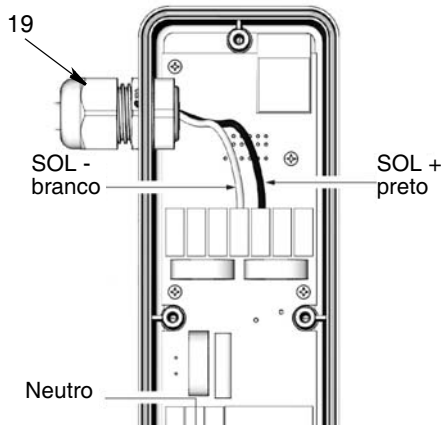

FIG. 37
1. Passe uma extremidade do cabo através da fixação (19) e para dentro do gabinete do PAC (2).
2. Dentro do gabinete dos componentes eletrônicos do PAC (2), conecte o fio neutro (branco) ao SOL - (branco) e o fio da linha (preto) ao SOL + (preto) no bloco do terminal (FIG. 37).
4. Aperte a fixação do cabo (19) (FIG. 37).